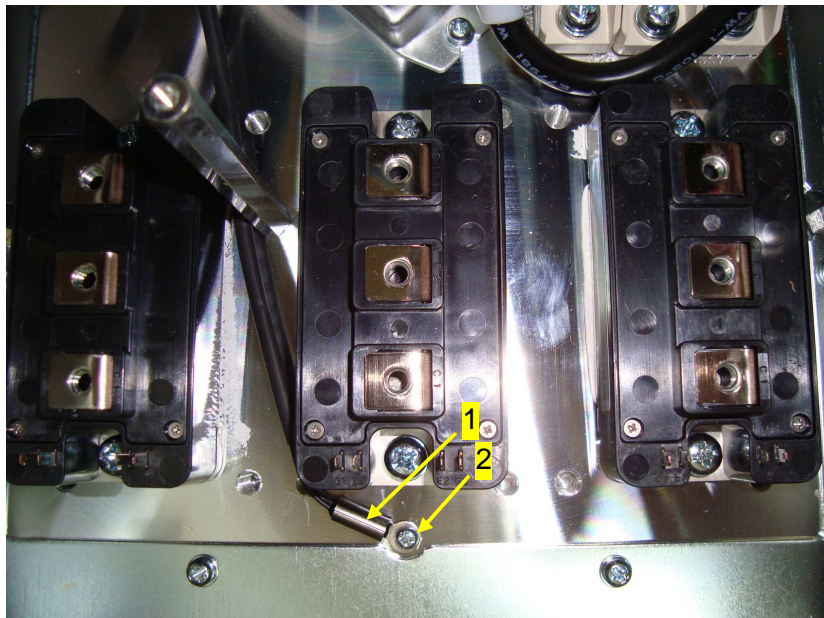

Рисунок 6.38
6.13.1 Выкрутить винт 2 (рисунок 6.38). Положить винт в тару.
6.13.2 Снять термодатчик 1 (рисунок 6.38) и положить в тару.